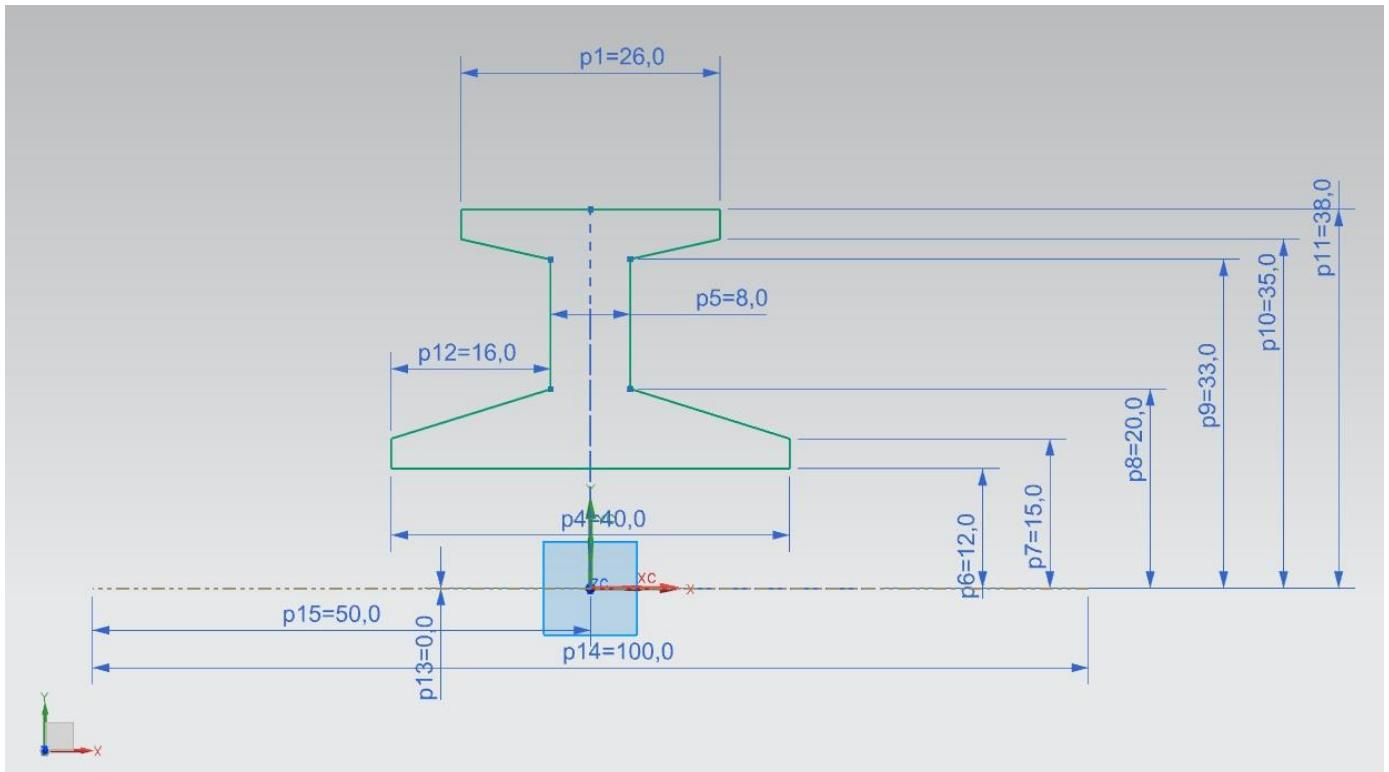

Рисунок 49 - «Эскиз» модели «Колесо»
1. Построить «Эскиз» модели «Колесо» (см. Рисунок 49)